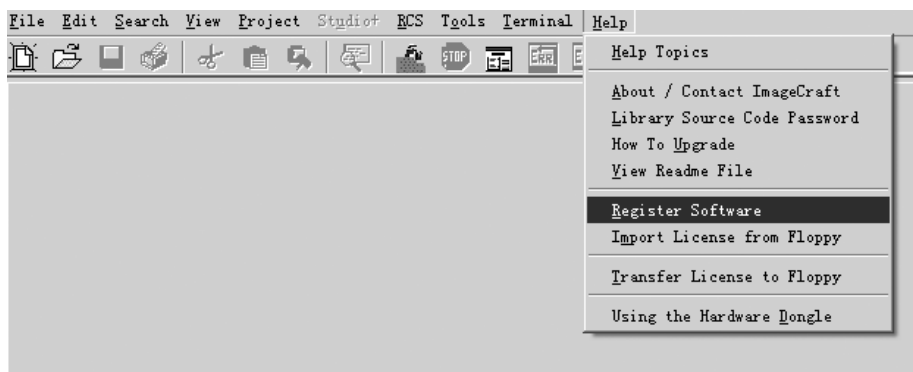

图 3.5 注册 ICC AVR 软件
(4) 此时的 ICC AVR 软件还是一个仅可以使用 30 天的未注册版本，需要在启动软件之后在“Help/Register Software”中进行注册，方可获得完整的版本，如图 3.5 所示。